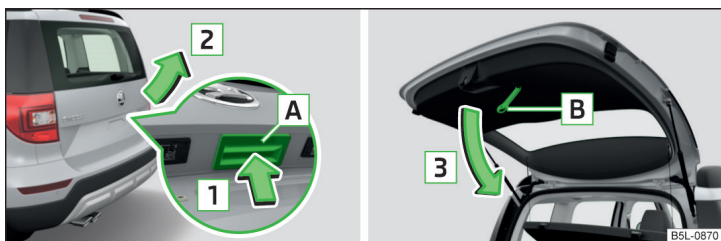

Fig. 36 Deschiderea/închiderea capotei portbagajului
- Pentru **deschidere**, apăsați butonul **A** în sensul săgeții **1** » fig. 36.
Butonul **A** » fig. 36 se dezactivează la plecarea de pe loc respectiv de la o viteză mai mare de 5 km/h. După oprire și deschiderea unei portiere, butonul este activat din nou.